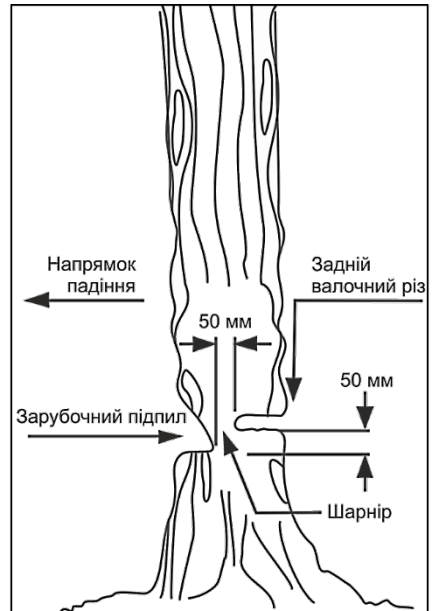

Рисунок 9
4.3.2 Зарубочний підпил (рисунок 9)
4.3.3 Задній валочний різ (рисунок 9)